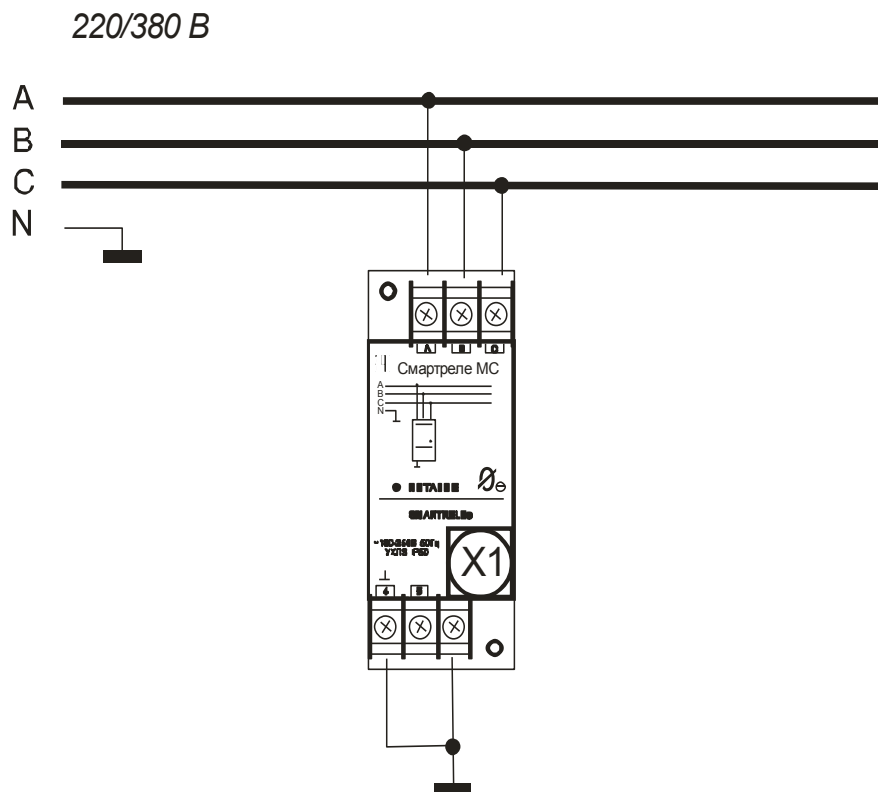

Рисунок 2 - схема подключения монитора СМАРТРЕЛЕ МС к объекту мониторинга
Схема подключения монитора показана на рис.2.
6.2 Подключение монитора производится в соответствии со схемой рис.2.